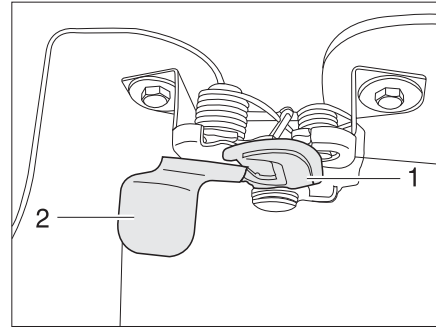

Fig. 30 Bouton de déverrouillage extérieur du capot moteur
- Passer une main sous le capot moteur et actionner le crochet de sécurité (Fig. 30,1). Passer pour cela la main derrière la plaque (Fig. 30,2) et la tirer vers l'avant.